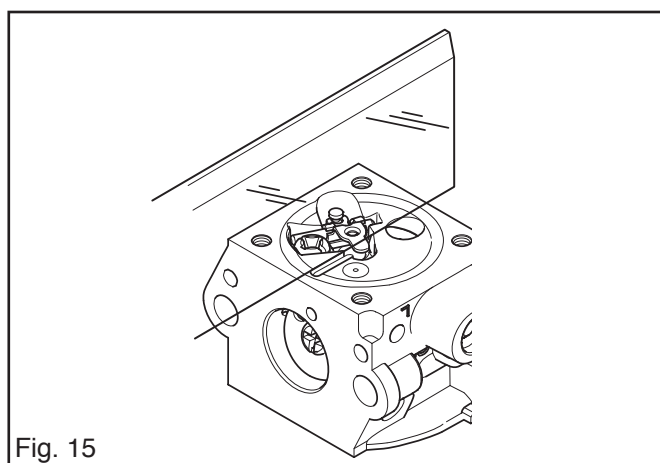

Fig. 15
6. À l'aide d'un instrument tel qu'une règle, vérifiez que le bras de levier et la face du couvercle sont à la même hauteur. Voir fig. 15. Si nécessaire, vous pouvez incliner légèrement le bras de levier.